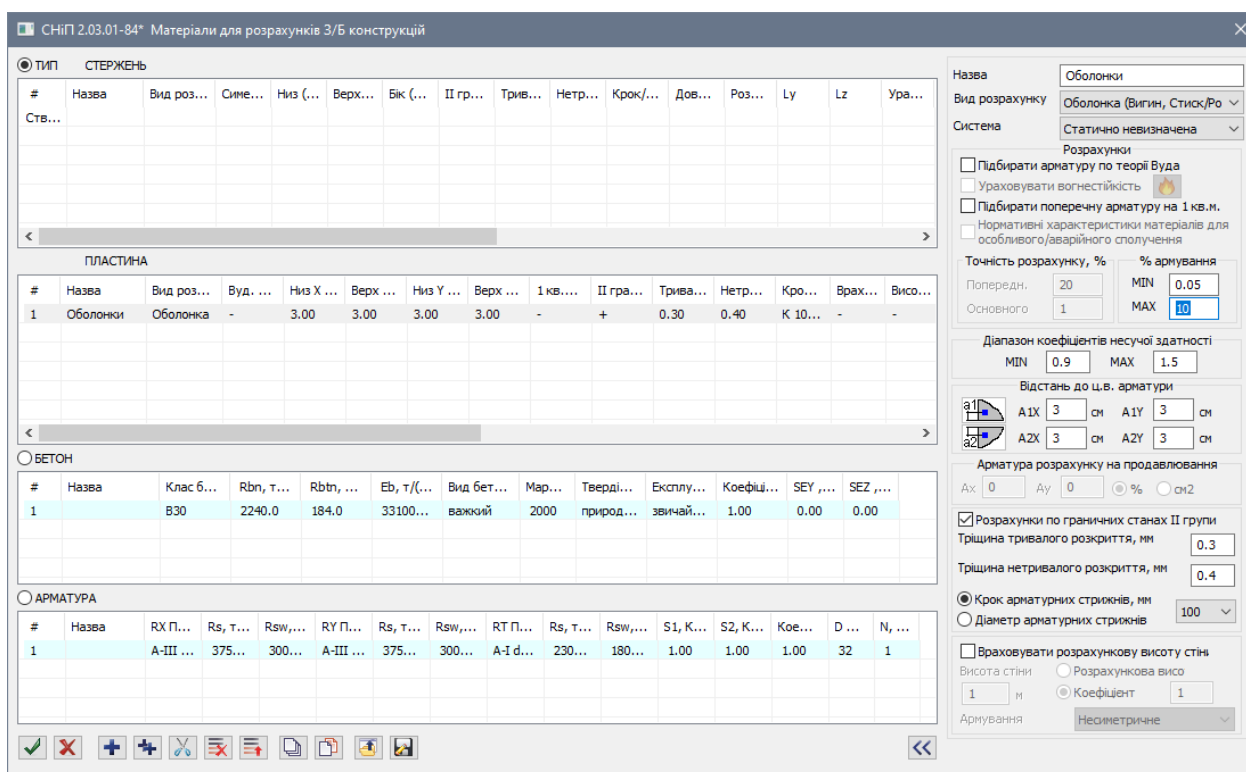

Рис. 4.12. Діалогове вікно Матеріали для розрахунків З/Б конструкцій
- На екран виводиться діалогове вікно **Матеріали для розрахунків З/Б конструкцій** (рис. 4.12), в якому виберіть перший рядок в списку **ТИП: ПЛАСТИНА** і після цього в правій частині вікна задайте наступні параметри для пластинчатих елементів: